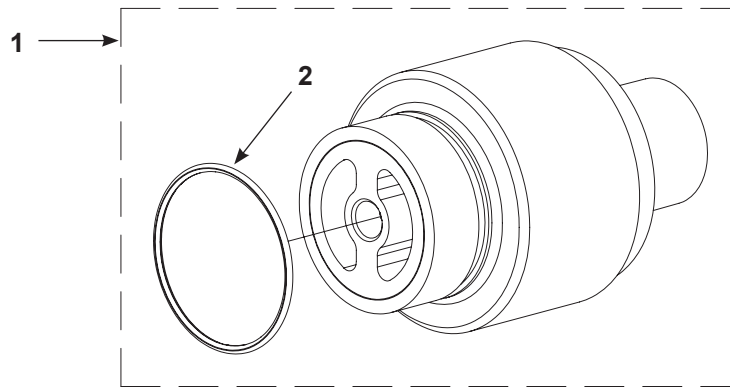

Figura 22 Conjunto del portaelectrodo XD
B. Consulte Figura 22 y la lista de piezas con las piezas de reparación para el kit del conjunto del portaelectrodo XD.